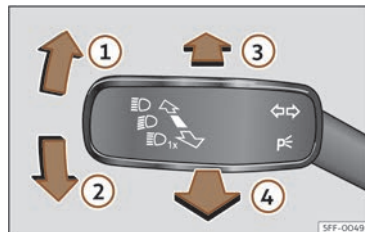

Fig. 80 Panca de intermitentes e de luz de estrada (segundo versións).
- Dende a posición de base, prema cara adiante a panca dos intermitentes e da luz da estrada >>> **fig. 80** .
- **OU BEN:** se o asistente de luz de estrada está conectado, tire cara atrás da panca dos intermitentes e de luz de estrada >>> **fig. 80** .